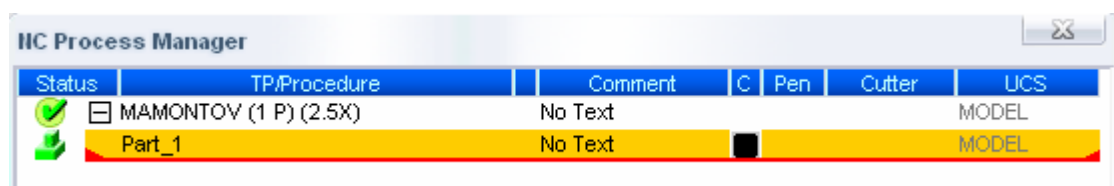
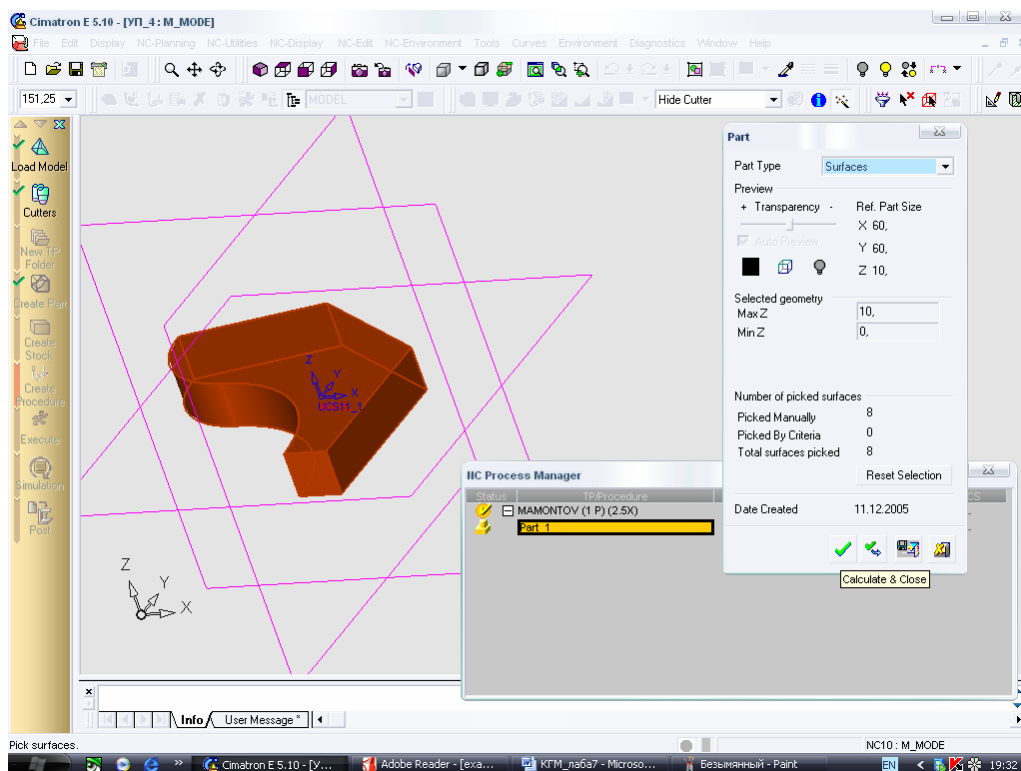

Рисунок 12 - Окно диспетчера обработки после задания детали
Рисунок 13 - Создание детали
6. Создание детали. Нажимаем кнопку Create Part (Создание детали) панели проводника обработки. Открывается диалоговое окно Part (Деталь), где указывается способ отображения детали (поверхностный), справочные размеры детали, выбранная геометрия (максимальная и минимальная координаты по оси Z), т.е. толщина, а также число отмеченных поверхностей (рисунок 13). Подтверждаем выбор нажатием зеленой галочки Calculate & Close (Вычислить и закрыть). После закрытия окна Part в окне диспетчера обработки появится строка состояния детали (рисунок 12).